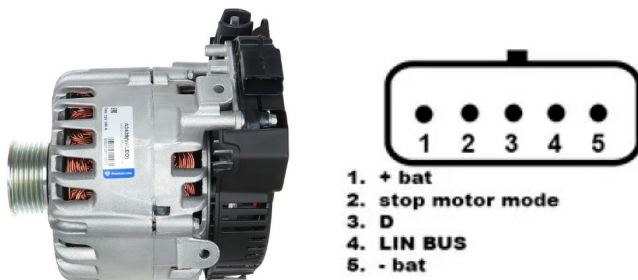

Рисунок 25. Генератор Valeo IST60C017 и обозначение терминалов в разъёме
2. Подключите тестер к генератору автомобиля согласно цветовой маркировке кабеля (см. раздел 1) и приложения 1. Подключение генераторов типа **I-StARS** выполните по аналогии с примером описанном ниже см. рис. 25 и таблицы 5.
В качестве примера подключения генераторов типа **I-StARS** на рис. 25, приведена схема подключения генератора Valeo IST60C017.